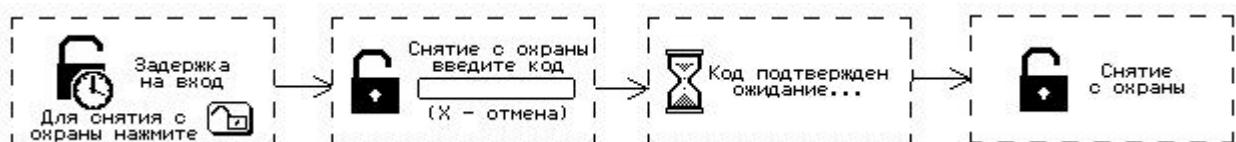

Рис.6.13 Процесс снятия с охраны при нарушении шлейфа с задержкой
- 4 Если в раздел включены шлейфы с задержкой (вход/выход), при нарушении шлейфа, начинается процесс задержки на вход, сопровождаемый звуковым сигналом. В течении задержки на вход, необходимо ввести код пользователя, для снятия с охраны (рисунок 6.13).